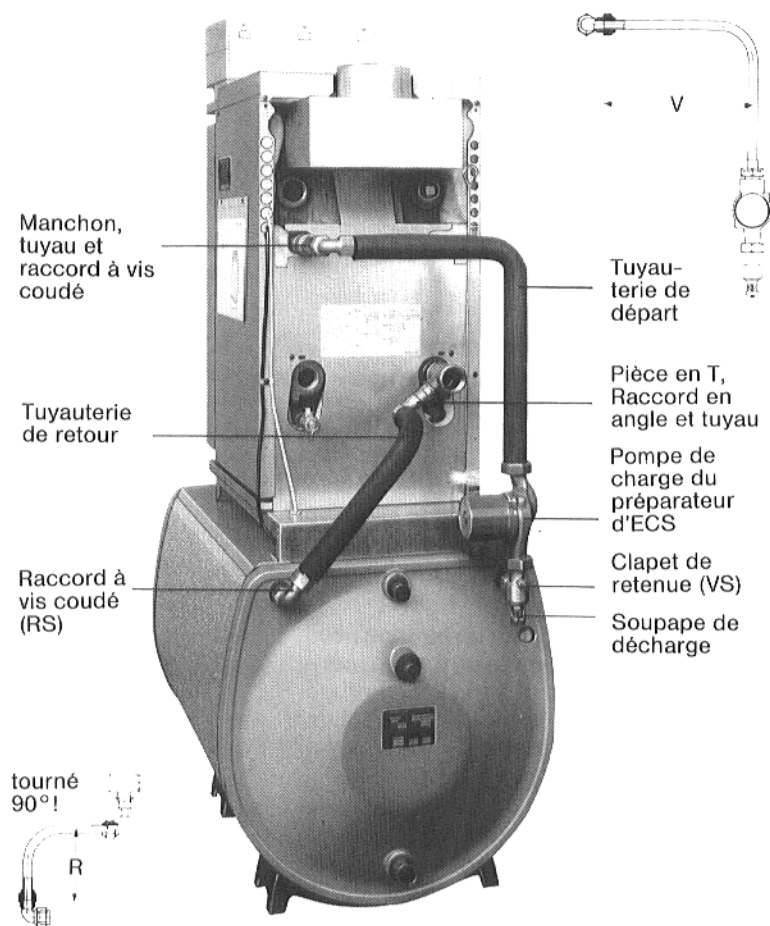

Fig. 5: G_224 E TT 200, vue arrière
- Etanchéiser le manchon avec tuyau et raccord à vis coudé au départ du préparateur d'ECS (VS) de la chaudière (Fig. 5).
- Etanchéiser la pièce en T avec raccord en angle et tuyau au retour de la chaudière (RK) (Fig. 5).
- Etanchéiser le raccord à vis coudé au retour préparateur d'ECS (RS) du préparateur (Fig. 5).
- Etanchéiser le clapet de retenue avec la soupape de décharge au départ préparateur d'ECS (VS) du préparateur (Fig. 5).
- Mettre en place le joint et visser la pompe de charge du préparateur d'ECS au clapet de retenue (Fig. 5). La flèche indiquée sur la pompe de charge du préparateur d'ECS doit montrer vers le bas!
Tableau 2 – (Fig. 5)
- Mettre en place le joint et assembler les courbures de tuyau en cuivre pour le départ et le retour (Fig. 5).
- Couvrir la tuyauterie du calorifuge fendu et obturer le calorifuge au moyen de la bande adhésive (Fig. 5).